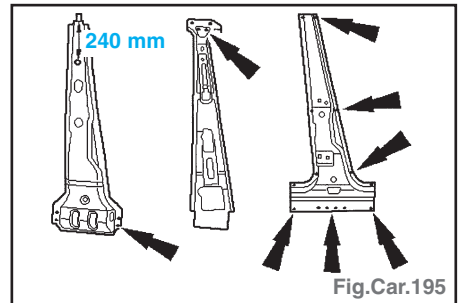

Fig.Car.195
- Préparer les pièces neuves, percer des trous pour le soudage par bouchonnage, par le bas, percer 6 trous sur le panneau extérieur de montant B dans la zone du renfort (Fig.Car.195).